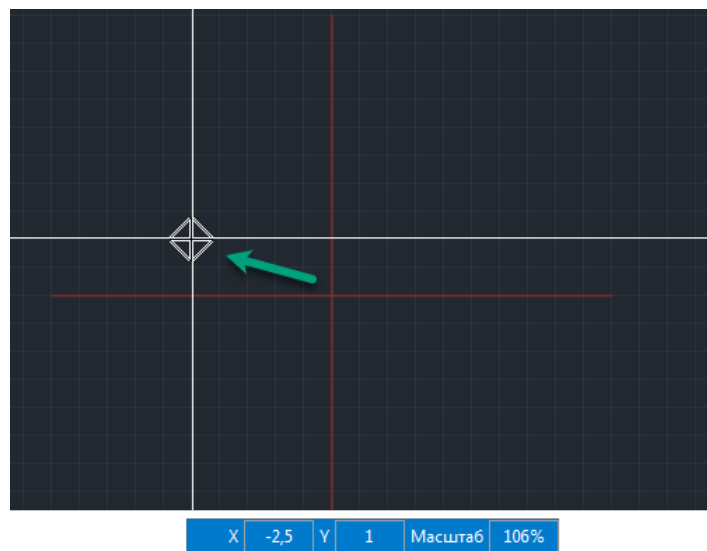

Рис. 34 Перемещение начала координат
2. Переместить курсор в нужную точку (при этом вид курсора должен измениться) и нажать левую кнопку мыши, см Рис. 34. В строке состояния указываются текущие координаты курсора в исходной системе координат.